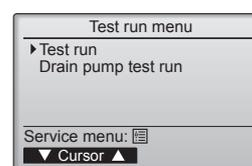

Fig. 7-4
- ④ Sélectionnez "Test run" (Test fonctions) à l'aide du bouton **[F1]** ou **[F2]**, puis appuyez sur le bouton . (Fig. 7-4)